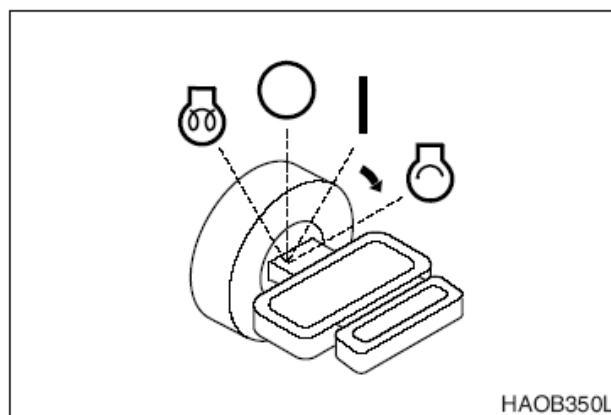

Рис. 4
4. Повернуть стартер в положение запуска " " (START), рис. 4. Двигатель должен завестись приблизительно через 5 секунд.